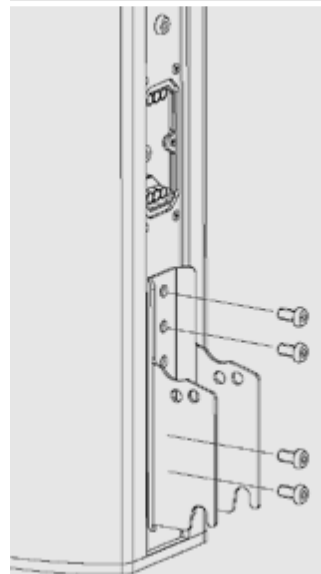

Abbildung 6
3. Verschrauben Sie den Lautsprecher mit dem Aufnahmeblech des **WLX-100 / WLX-221**. Tragen Sie mittelfesten Schraubensicherungslack auf alle Schrauben auf. Verwenden Sie bei beiden Haltern vier der eben entfernten Verschlusschrauben. Ziehen Sie alle Schrauben mit dem vorgeschriebenen Anzugsmoment fest. **SIEHE ABBILDUNG 6.**